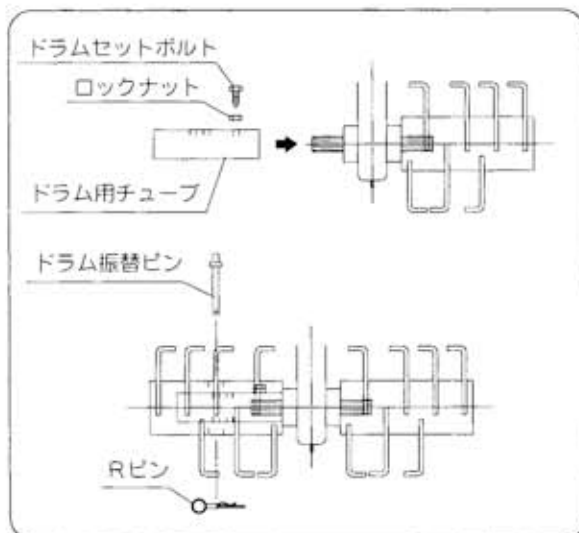

図49
- ドラム用チューブを耕うん軸に差し込みドラムセットボルト、ロックナットで確実に締め付けてください。（図49）
- 作業内容により、または回転方向によりドラムロータを振替えてください。振替の際は工具なしでRピンとドラム振替ピンの差替えにより出来ます。（図49）